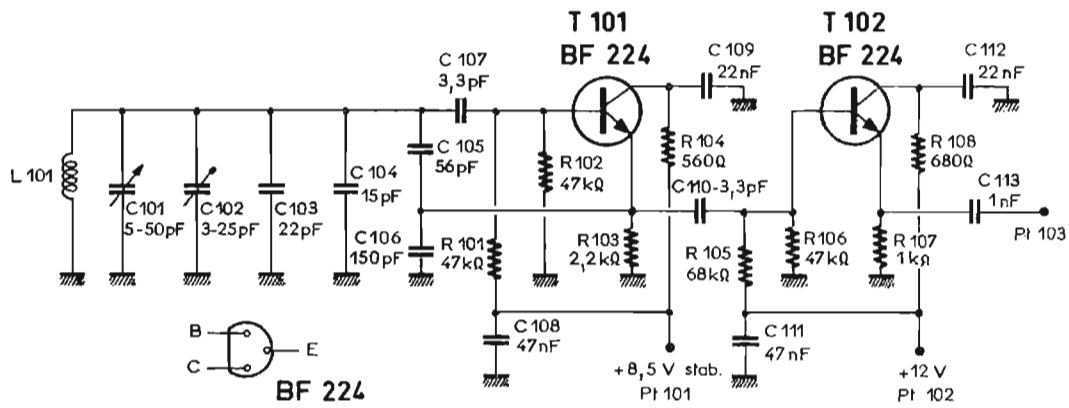

Fig. 2.
**Le VFO :** La figure 2 représente le schéma du VFO dont l'oscillateur (T101) est alimenté à partir de la tension commune, mais sous 8,5 V stabilisés T207 et D201. La réaction nécessaire au maintien des oscillations est obtenue à partir du point milieu d'un diviseur capacitif (C105 - C106), en parallèle sur le circuit oscillant, ce qui simplifie la confection de la bobine L101, qui de ce fait, ne demande pas de prise intermédiaire. La valeur des éléments capacitifs utilisés est telle que les fréquences (inférieure et supérieure), couvertes se trouvent à plus et moins 100 kHz, au-delà des limites de bande. Aucune compensation en température n'a été prévue mais il est possible et recommandé, si l'on désire obtenir un haut degré de stabilité, d'employer des éléments à coefficient de température nul (point noir). Le montage proposé est par ailleurs remarquable par la qualité du signal de sortie qui contient des
### LES ELEMENTS DES FIGURES 2 et 4
Caractéristiques de transfert : Fig. 2 et Fig. 3